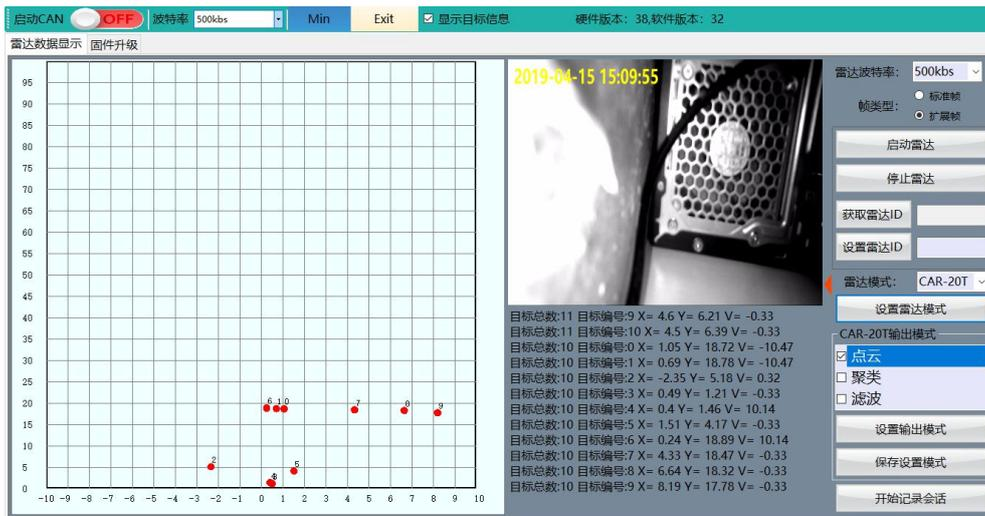

图 5.7 上位机软件雷达数据显示图
3) 将 CAN 盒子的 USB 接口连接 PC 机，打开上位机软件，点击左上角启动，测试结果如图 5.7 所示：